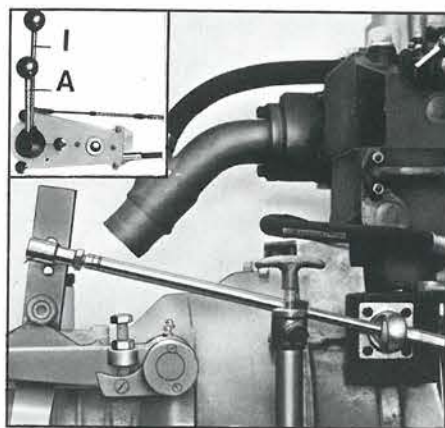

Fig. 6
2. Gruppo bileva comando acceleratore (A) e invertitore (I) (fig. 6)
2. Group levers accelerator control (A) and reverse (I) (fig. 6).